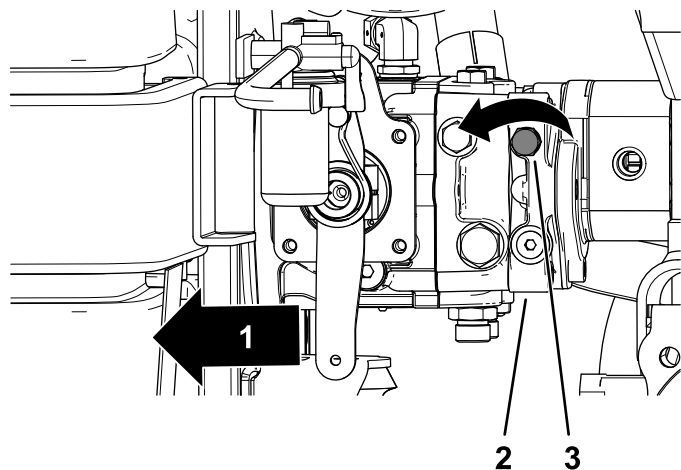

図 33
1. 油圧ポンプの左側にあるバイパスバルブのコントロールノブを探し出す **図 33**。
2. ソケットレンチに 17 mm ソケットを取り付けて、コントロールノブを左に 3 回転させる 図 33。
1. 油圧ポンプの左側にあるバイパスバルブのコントロールノブを探し出す 図 33。
2. ソケットレンチに 17 mm ソケットを取り付けて、コントロールノブ 図 33 を右に回して閉じる抵抗が感じられるようになるまで回す。